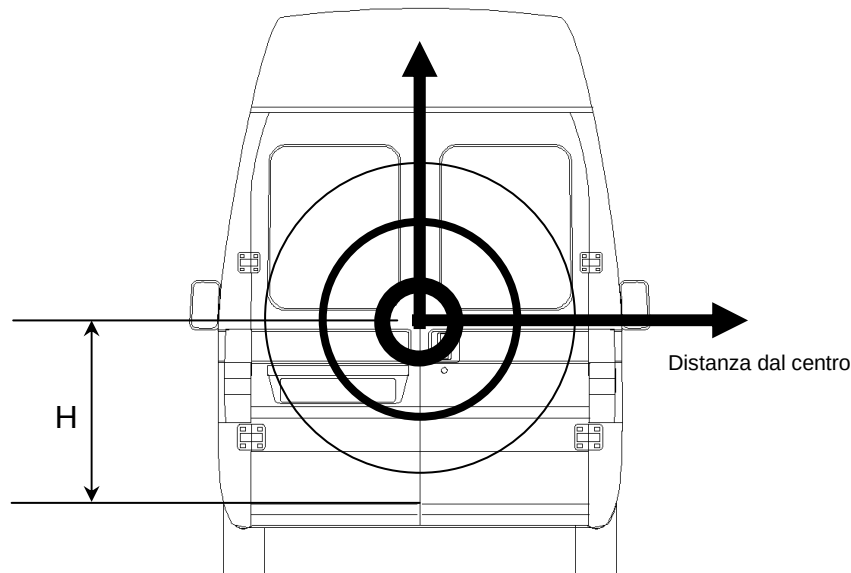

Fig.4
- Il posizionamento della corazza rispetto al bordo inferiore della portiera "H" deve essere tale da massimizzare l'efficacia, **quindi il più possibile al centro del portellone** (vedi fig.4).